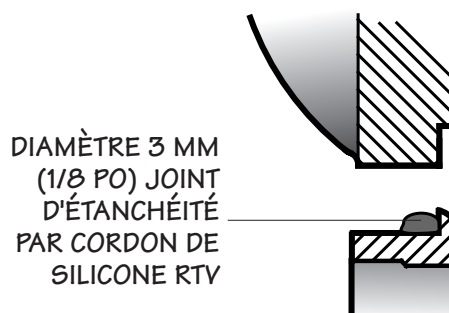

Figure 5 Joint d'étanchéité de la bride du chapeau du roulement inférieur
4. Installez le chapeau du carter inférieur à l'aide d'un joint d'étanchéité comme illustré à la **Figure 5** et serrez les vis à tête six pans à 34 N m (25 ft-lb). Utiliser l'ancien jeu de cales ou fabriquez un jeu de cales d'épaisseur équivalente (**420**) puis installez le chapeau de l'arrêt de roulement inférieur. N'installez pas pour l'instant le joint torique de l'arrêt de roulement inférieur. Serrez la vis à tête six pans à 34 N m (25 ft-lb).